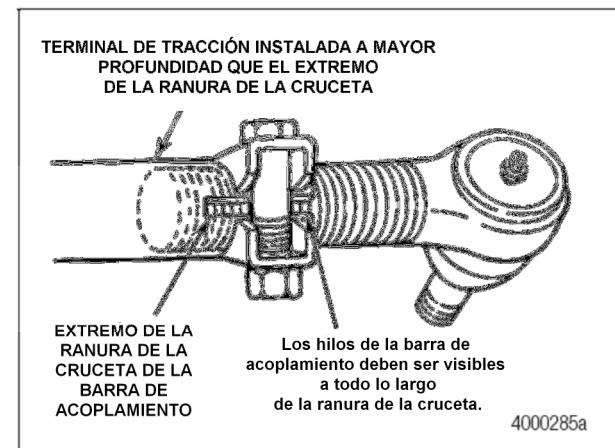

FIGURA 6.21
6. Verifique que la terminal de tracción esté enhebrada correctamente dentro de la cruceta e instalada a mayor profundidad que el extremo de la ranura de la cruceta. La terminal de tracción debe de ser visible a todo lo largo de la ranura de la cruceta. Figura 6.21